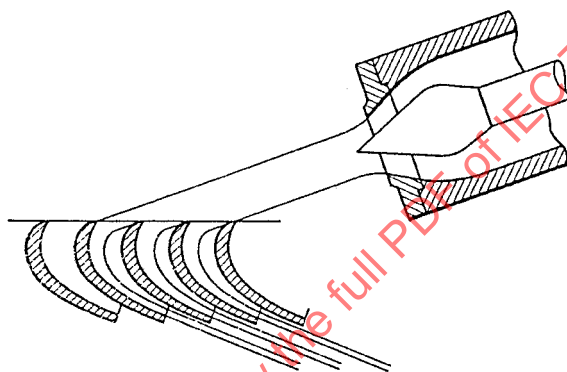

Figure 8 – Turbine à injecteurs inclinés, Turbine Turgo
- 4.4.2.2 Turbine à injecteurs inclinés Turbine à action dans laquelle la roue est munie d'augets à un godet. Les axes des injecteurs sont inclinés par rapport au plan de la roue. Ce type de machine inclut la turbine Turgo (figure 8).